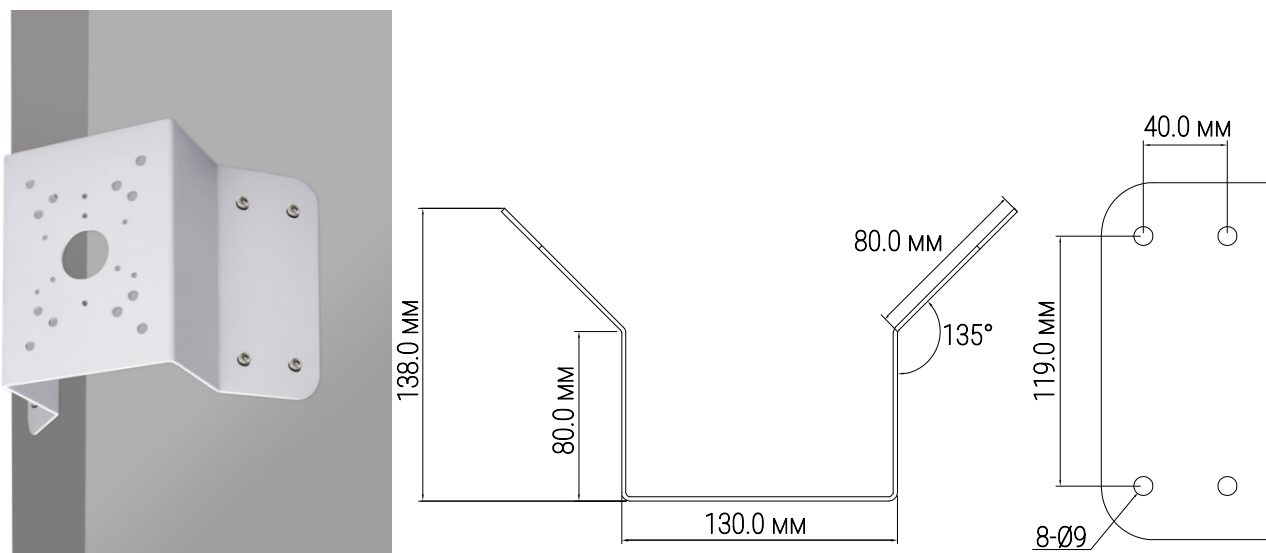

Рисунок 4.12 – Определение точек крепления кронштейна на установочной поверхности
1. Используя угловой кронштейн, отметьте точки крепления на установочной поверхности (Рисунок 4.12) и просверлите 4 отверстия (диаметр 8 мм, глубина не менее 65 мм) в установочной поверхности.